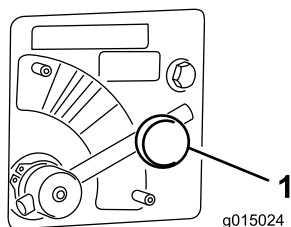

Figura 33
1. Afloje el pomo que sujeta la palanca de la válvula del rotor (Figura 33).
2. Mueva la palanca de la válvula del rotor a la posición del color deseado (Figura 33).
Mueva la palanca de la válvula del rotor a la sección **AZUL** (MAX SPEED - velocidad máxima) (Figura 33). La palanca debe estar horizontal, girada totalmente hacia la derecha.